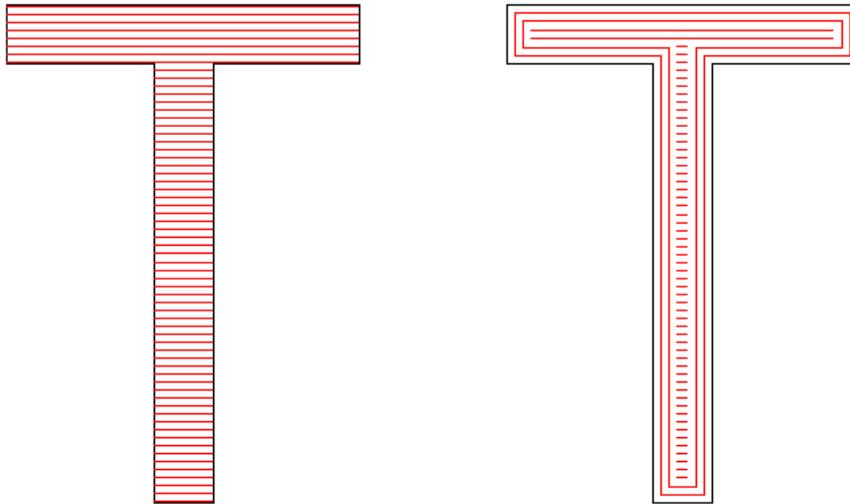

Figura 3-11 Bucles numéricos
**Bucles numéricos:** Los tiempos de eclosión en forma de anillo antes de la eclosión acclinante (Figura 3-11).